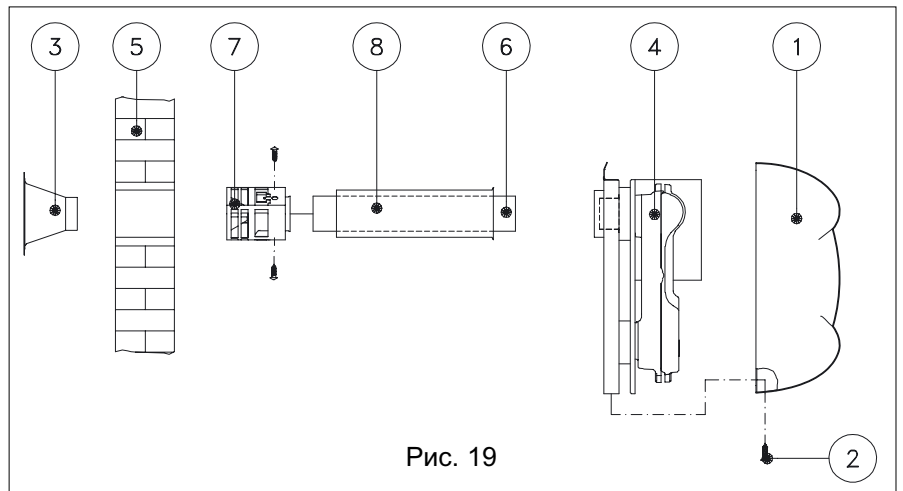

Рис. 19
- 4) Снять кожух (1), ослабив предварительно фиксирующий винт (2) (см. рис.19).